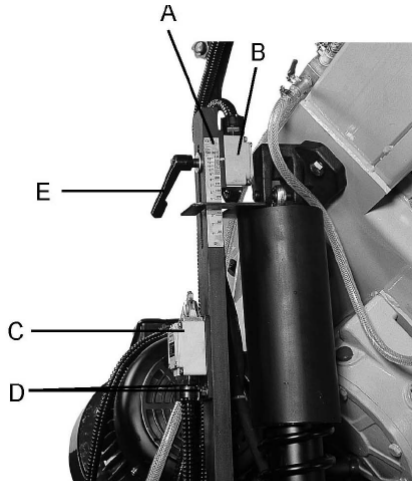

Рис. 7
2. Разблокируйте концевой выключатель (B, Рис. 7), ослабив рукоятку (E, Рис. 7).
3. В соответствии со шкалой (A, Рис. 7) установите необходимую высоту подъема.
4. Затяните рукоятку (E, Рис. 7).
5. Если пила автоматически не отключается после завершения распила, значит нужно отрегулировать концевой выключатель (C, Рис. 7). Обратитесь к разделу «Автоматическое отключение» путём ослабления двух винтов (D, Рис. 7).